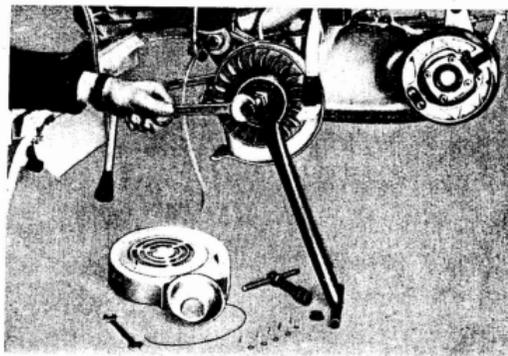

Fig. 17
- 30 Desmontar el volante: bloquear el volante con la herramienta n.º A2L.1024, desatornillar la tuerca de sujeción de rosca a izquierda (llave de tubo de 17, herramienta n.º A2L.1031) y extraer el volante con el extractor (herramienta n.º A2L.1023). Véase fig. 17.